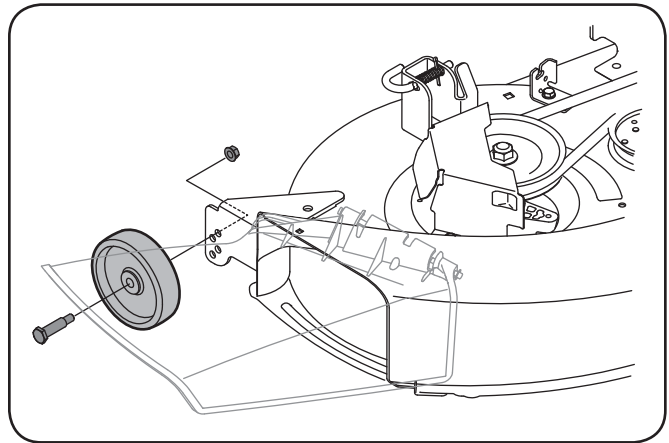

Figure 3-6
- b. Démontez les roues de guidage en enlevant les écrous de blocage et les vis à épaulement qui les retiennent sur le plateau de coupe. Voir la Figure 3-6.